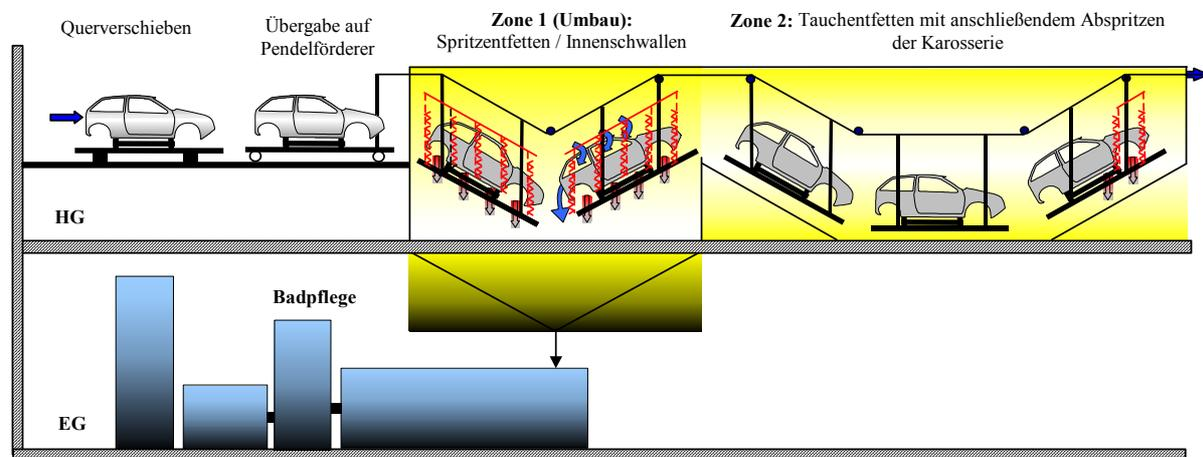

Abb. 4: Schematische Darstellung Umbau Zone 1 Vorbehandlungsanlage
4. 2. Umbau der Zone 1 bei Pendelförderanlagen (Abb. 3 u. Abb. 4)